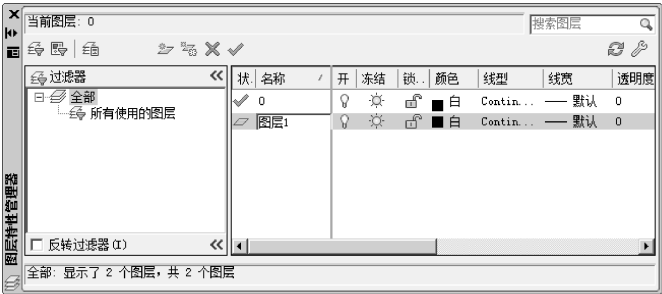

图 2-40 新建图层
- 2) 在“图层特性管理器”对话框中，单击“新建图层”按钮，图层列表中将自动添加名为“图层 1”的图层，并采用默认设置的特性，如图 2-40 所示。